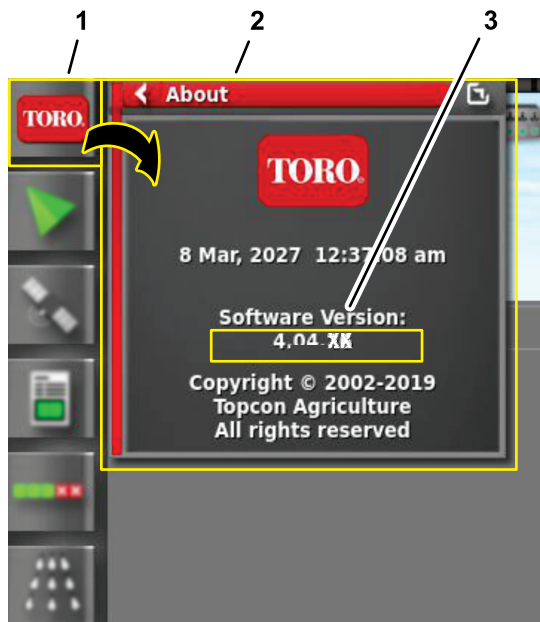

Figura 158
2. Pulse el icono ACERCA DE (Toro) en la esquina superior izquierda de la consola de control (Figura 158).